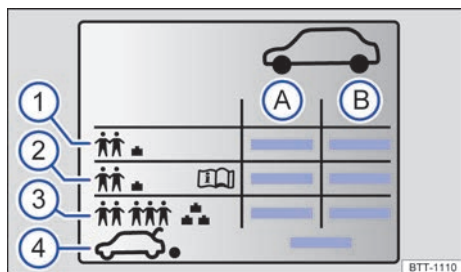

Fig. 188 Símbolos en el adhesivo de las presiones de inflado de los neumáticos.
Datos que figuran en el adhesivo de las presiones de inflado de los neumáticos ⇒ **fig. 188**:
En función del vehículo, el adhesivo de las presiones de inflado de los neumáticos puede incluir una presión de inflado de confort ⇒ **fig. 188** ②. La presión de inflado de confort permite aumentar el confort de marcha. Cuando se circula con la presión de inflado de confort, puede que se incremente el consumo de combustible.